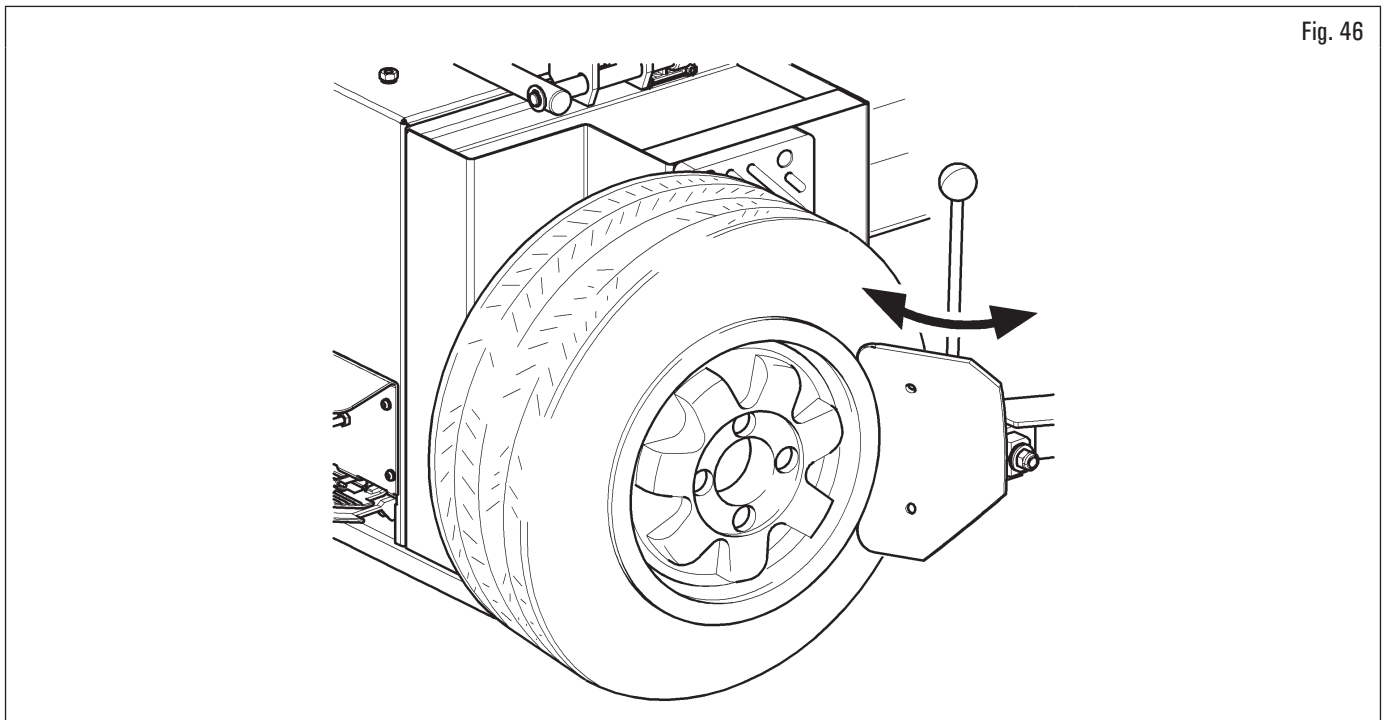

Fig. 46
1. posizionare la ruota come indicato in Fig. 46 ed avvicinare la paletta stallonatore al bordo del cerchio;